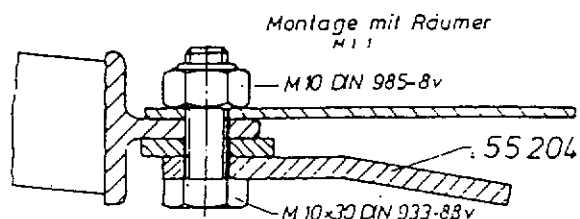

Bild 25
- Mähmesser prüfen, Sägeform (Bild 25)